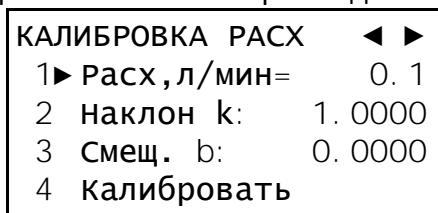

Рисунок 26 – Меню калибровки датчика расхода воздуха
5.5.3 В режиме ожидания нажать кнопку [Режим], после чего осуществить переход: «МЕНЮ» - «Калибровка» - «Датчик расхода». При входе в подменю «Калибровка» необходимо ввести пароль (п.4.8.1.8), после чего откроется меню калибровки датчика расхода (см. рисунок 26).